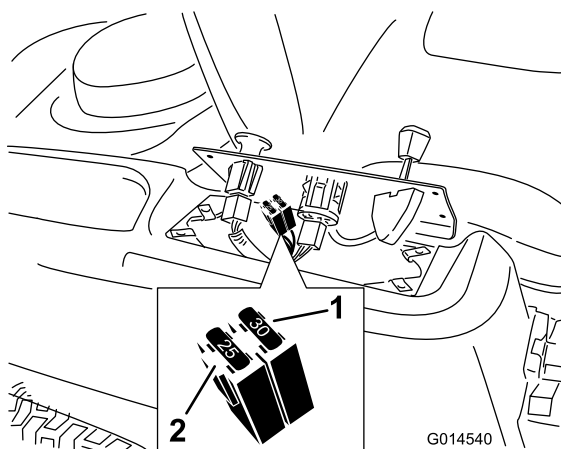

Figura 44
2. Eleve o painel de controlo para aceder à extensão principal e à caixa dos fusíveis (Figura 44).
3. Para substituir fusíveis, puxe o fusível para o retirar (Figura 44).